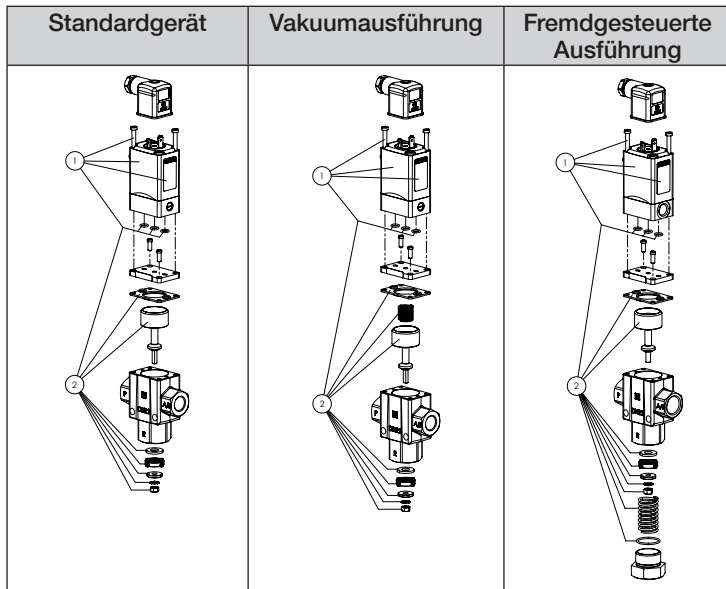

Bild 2: Vorsteuerung mit Magnetspule (①) und Verschleißteilsatz (②)
**Vorsteuerung mit Magnetspule** (in „Bild 2“ Pos.①) oder den **Verschleißteilsatz** (in „Bild 2“ Pos.②) unter der Identnummer des Geräts.